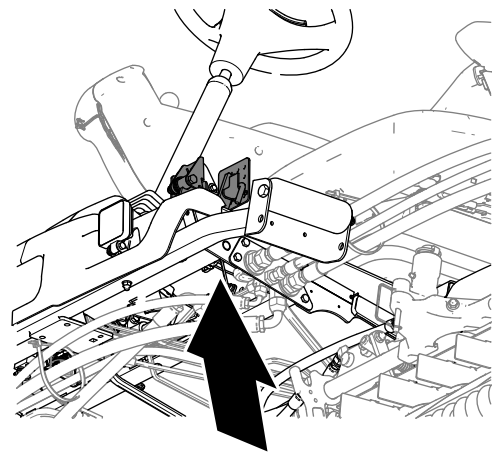

**Bild 148**
2. Lösen Sie die Pedalsperrriegel zwischen den Bremspedalen (Bild 148), so dass beide Bremsen unabhängig voneinander wirken können.